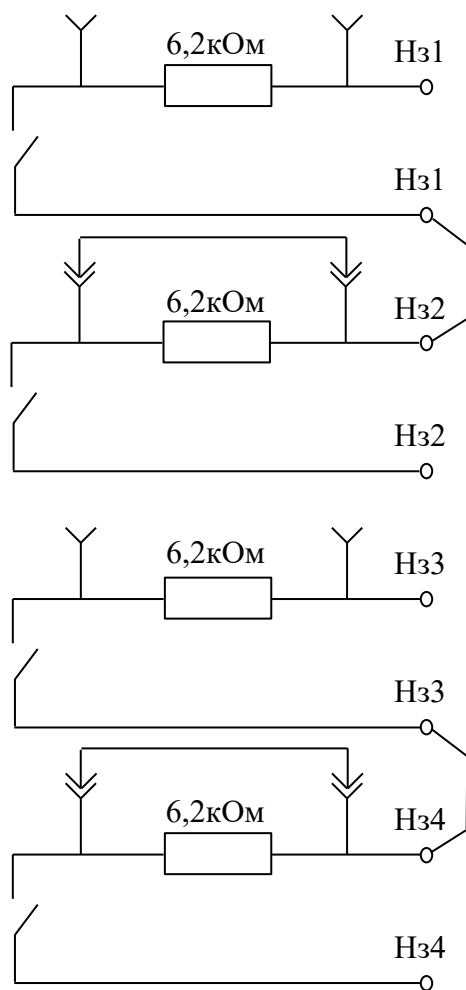

Рисунок 9 – Схема подключения выходных контактов реле для использования по одному реле на каждый участок охраны.
2.4.1.2 В изделии используется четыре выходных реле (см. таблицу 3а и рисунок 9)., Для подключения четырех выходных реле к ССОИ через сопротивления 6,2 кОм необходимо снять перемычки X1, X2, X3, X4 на плате БОС. Перемычки X1, X2, X3 и X4 замыкают резисторы 6,2 кОм. Если, вместо четырех реле необходимо использовать только два (по одному реле на участок), то выходной контакт «3» (Нз1) колодки ХТ7 необходимо объединить с выходным контактом «4» (Нз2), а выходной контакт «7» (Нз3) с выходным контактом «11» (Нз4) при помощи перемычек из провода. Тогда выходные контакты «2» (Нз1) и «5» (Нз2) будут использоваться в качестве выходных контактов реле первого участка. а выходные контакты «6» (Нз3) и «12» (Нз4) в качестве выходных контактов реле второго участка, как показано на рисунке 9. На рисунке 9 перемычки X1 и X3 сняты, чтобы в каждом реле было по одному резистору 6,2 кОм.